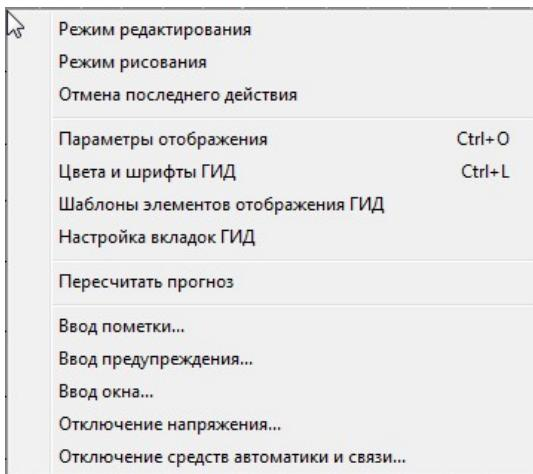

Рис.5. Всплывающее меню для настройки отображения элементов поля ГИД, ввода окон, пометок, предупреждений.
- всплывающее меню операций с нитями на поле ГИД (идентификации, корректировки, удаления) (см. рис. 5). Появляются при щелчке указателем «мыши» на нити.